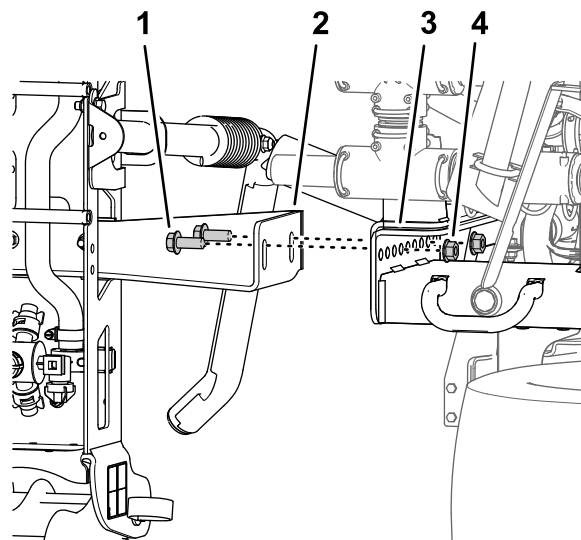

Figura 47
- Rimuovete i 4 bulloni a testa flangiata ($\frac{1}{2}$ " x $1\frac{1}{4}$ ") e i 4 dadi di bloccaggio flangiati ($\frac{1}{2}$ ") che fissano le staffe di supporto della sezione di irrorazione centrale alla piastra di montaggio sul telaio della macchina e rimuovete la sezione di irrorazione centrale dalla macchina (Figura 47).